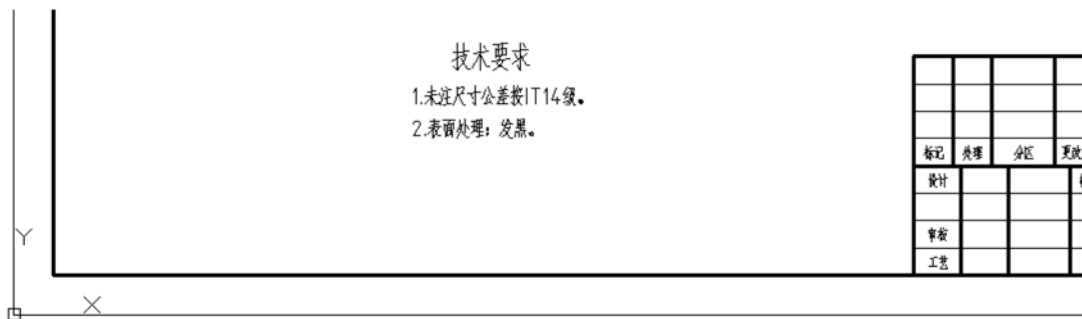

图 8-73 添加技术要求注释
28) 添加技术要求注释。单击“绘图”工具栏中的“多行文字”按钮 ，在图框中主视图的下方区域添加如图 8-73 所示的技术要求注释。